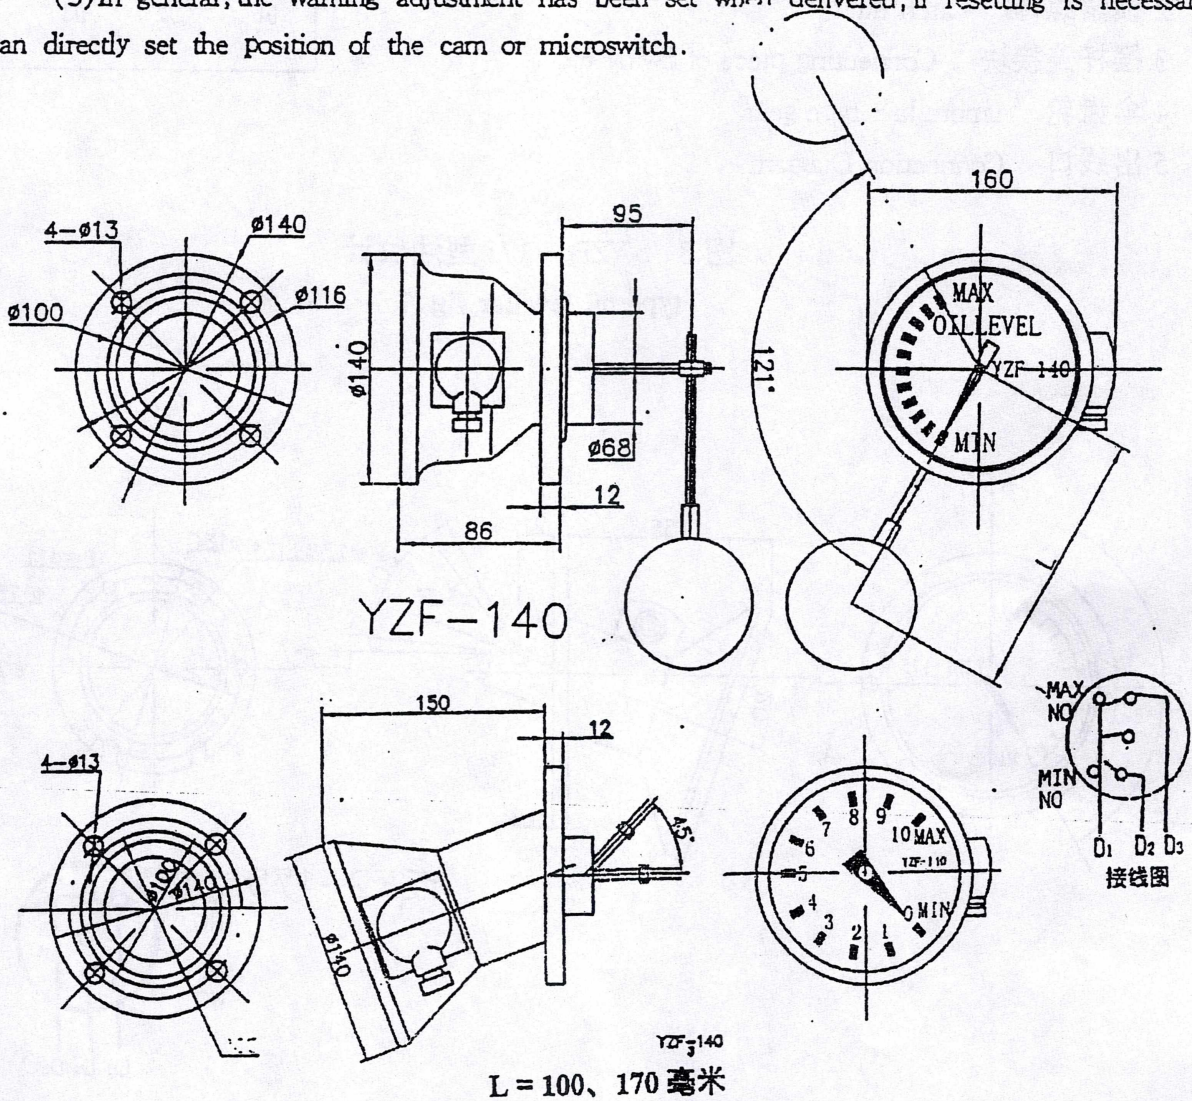

图 10 YZF2 - 140 型油位表
a. YZF2 - 140 油位计安装尺寸见图 10
a. YZF2 - 140 a the installation dimensions of the oil leveller see fig. 10
(1) 当摆杆静止时指针是否指到 MIN, 摆杆转 120° 后指针应指到 MAX, 并无发卡现象。